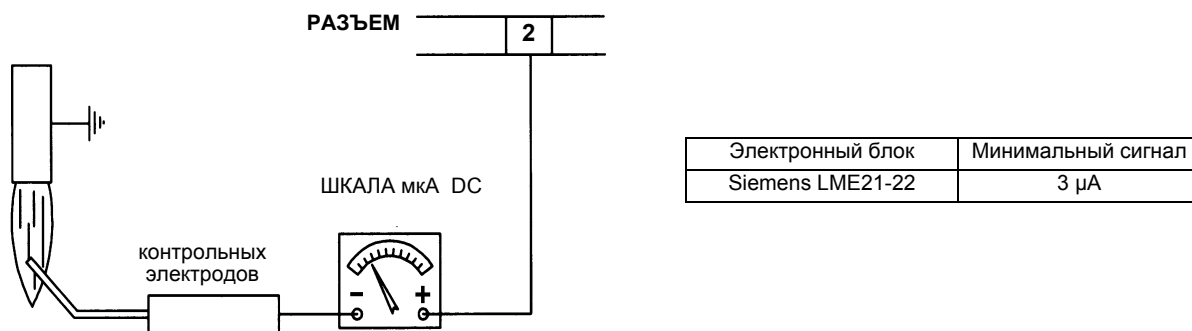

Рис. 34
- Проверить запальный и контрольный электроды, почистить, подрегулировать и, при необходимости, заменить (см. Рис. 45). В случае возникновения сомнений, проверить систему контроля после запуска горелки, следуя схемам на Рис. 34).
В случае блокировки горелки, необходимо провести следующие проверки. Чтобы измерить сигнал детектирования, следуйте схеме на Рис. 34. Если сигнал ниже указанного значения, проверьте положение контрольного электрода, электрические контакты и, при необходимости, замените контрольный электрод.